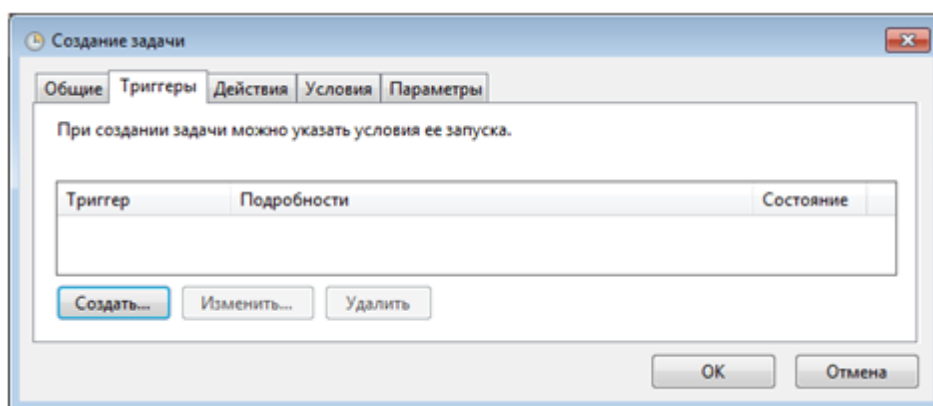
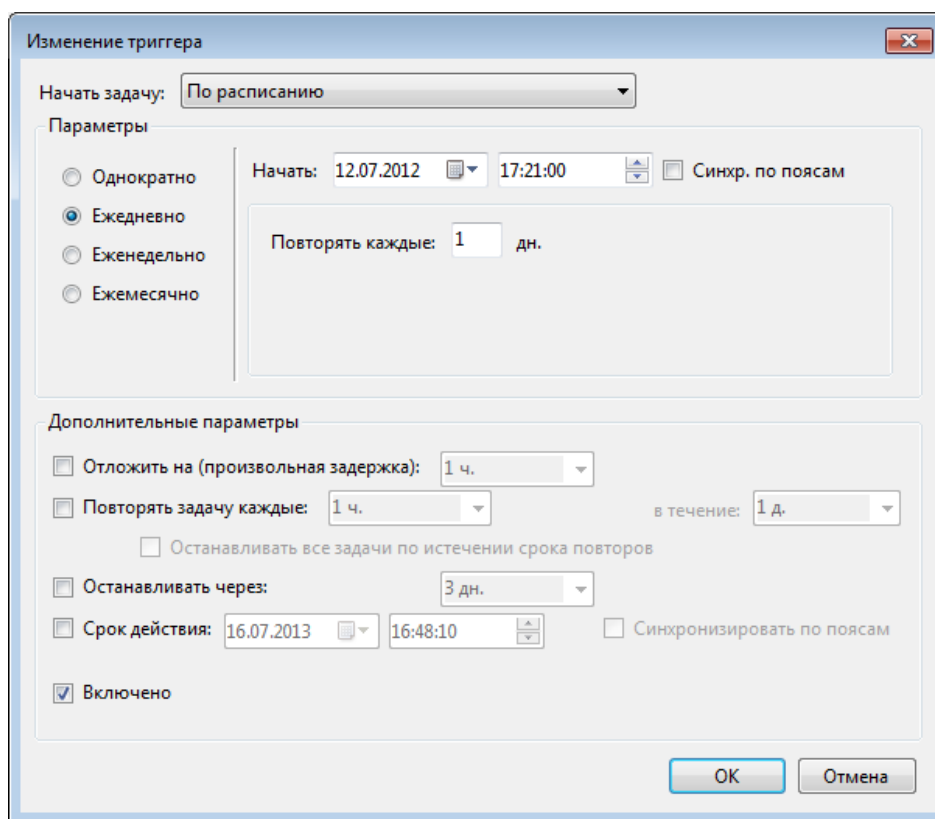

Рисунок 9-107 Переход к созданию триггера
Рисунок 9-108 Настройки триггера
- на вкладке «Триггеры» нажать кнопку «Создать» (см. Рисунок 9-107). В появившемся окне «Изменение триггера» задать параметры для генерации отчета по расписанию: периодичность, время и дату генерации. Например, начиная с 12.07.2012 ежедневно в 17:21:00. Для сохранения настроек нажать кнопку «Ок» (см. Рисунок 9-108);